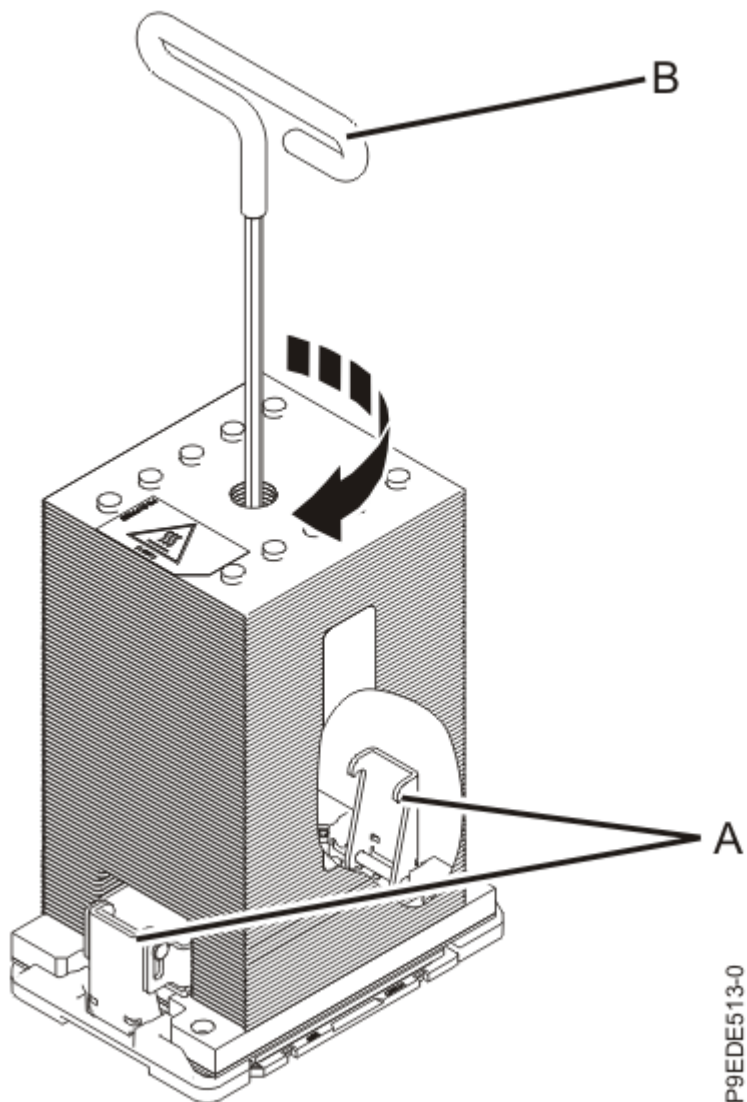

Abbildung 21. Mittige Halteschraube am Kühlblech festziehen
- a) Stellen Sie sicher, dass die Halteklammern des Kühlblechs eingerastet sind (siehe **(A)** in Abbildung 21 auf Seite 24).
- b) Ziehen Sie die mittige Halteschraube mit dem im Lieferumfang enthaltenen Innensechskantschlüssel im Uhrzeigersinn fest, bis sie fest angezogen ist (siehe **(B)** in Abbildung 21 auf Seite 24). Wenn sich das Kühlblech merklich bewegt, sind die Halteklammern nicht eingerastet. Lösen Sie die mittige Halteschraube und wiederholen Sie diesen Schritt.